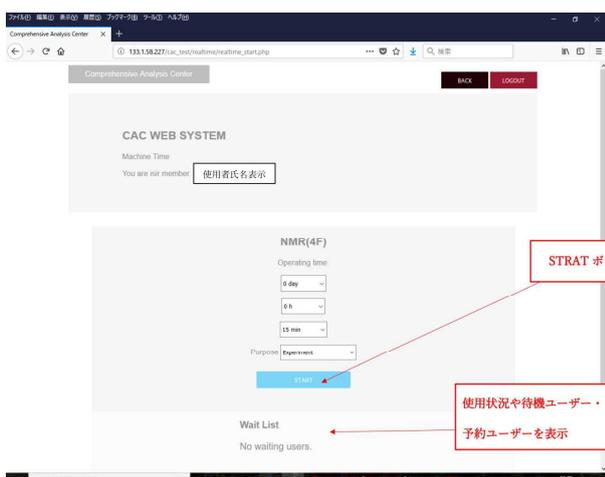

図5
②使用時間など選択し、測定開始時には「Start」ボタンをクリックします(図5)。